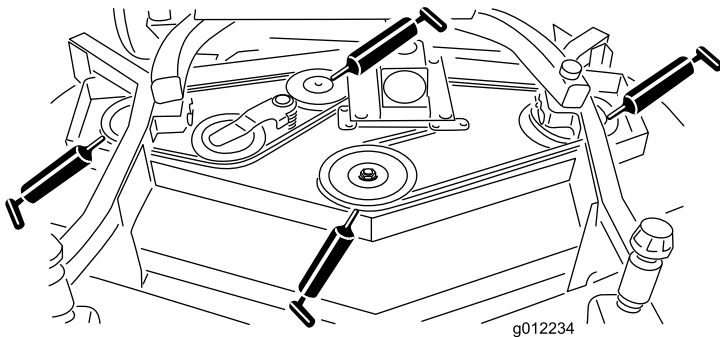

Bild 20
- Spindelwellenlager (3) (unter der Riemenscheibe) (Bild 20)
- Lager der Spannarmwelle (Bild 20)